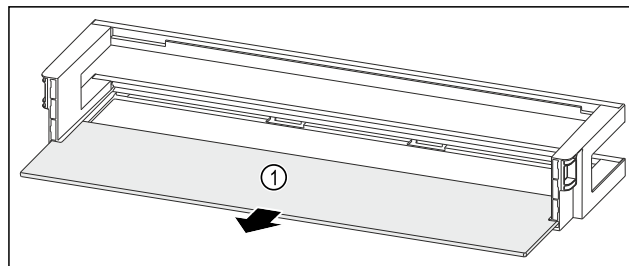

Fig. 136 Dveřní přihrádka s odkládací plochou
- ▶ Odkládací plochu Fig. 136 (1) odeberte.